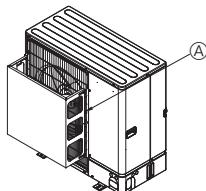
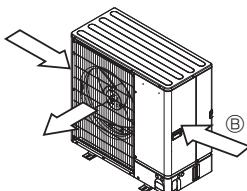

Fig. 2-5
Fig. 2-6
- ② Namestite izbirni usmerjevalnik zraka, če bo enota nameščena na mestu, kjer obstaja možnost, da močni veterovi, kot so tajfuni ipd., vstopijo v izstopno odprtino za zrak. (Fig. 2-5)
- ③ Usmerjevalnik izstopne odprtine za zrak
- ④ Če je možno, postavite enoto tako, da bo zrak iz izstopne odprtine pihal pravokotno na smer sezonškega vetera. (Fig. 2-6)
- ⑤ Smer vetera